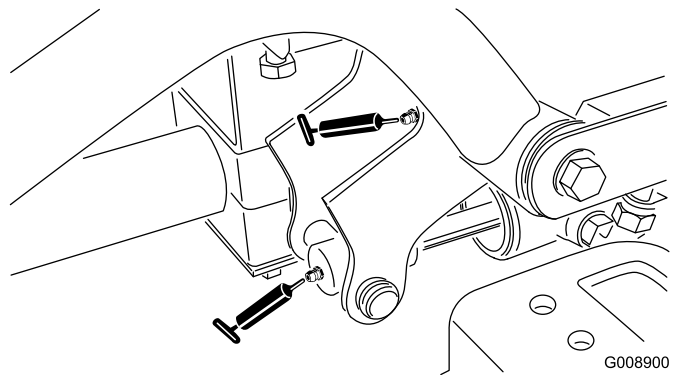

**Figura 38**
- Pivote (2) y cilindro de elevación del brazo de elevación delantero izquierdo (Figura 38)